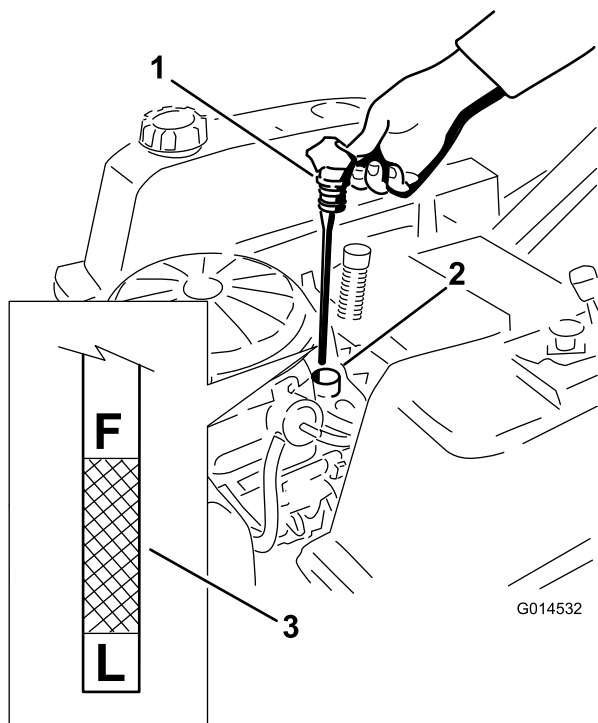
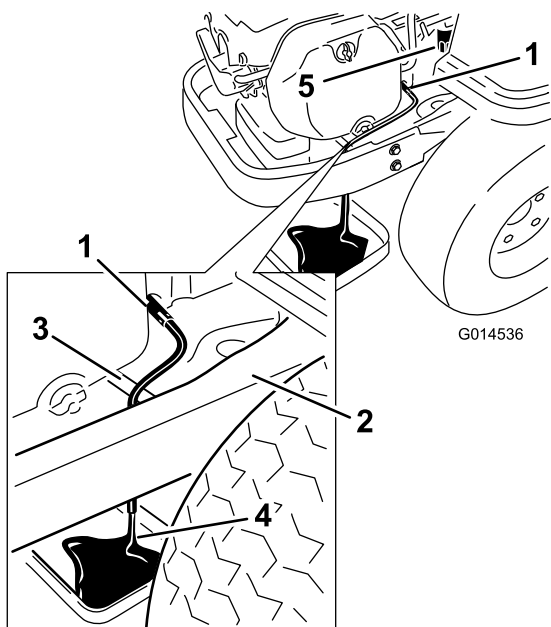

Figure 30
Figure 32
4. Sortez le bouchon de remplissage/la jauge de niveau d'huile et essuyez-la sur un chiffon. Remettez la jauge en place en l'enfonçant au maximum (Figure 30).
5. Sortez de nouveau la jauge et contrôlez le niveau d'huile (Figure 30).
- Placez un bac de vidange sous la machine, juste sous l'orifice de vidange d'huile du châssis, comme illustré à la Figure 32.
l'huile de s'écouler (Figure 32). Enlevez le bouchon de remplissage/la jauge (Figure 30).
- Enlevez le filtre usagé et essuyez le socle de montage (Figure 32).
- Fermez le robinet quand la vidange d'huile est terminée. Enlevez le flexible de vidange et essuyez les coulées d'huile sur le châssis (Figure 32).
- Versez avec précaution environ 80 % de la quantité d'huile spécifiée dans le goulot de remplissage (Figure 30)
- Remettez fermement en place le bouchon de remplissage/la jauge d'huile (Figure 30).
- Vérifiez le niveau d'huile (Figure 30) (voir Contrôle du niveau d'huile).